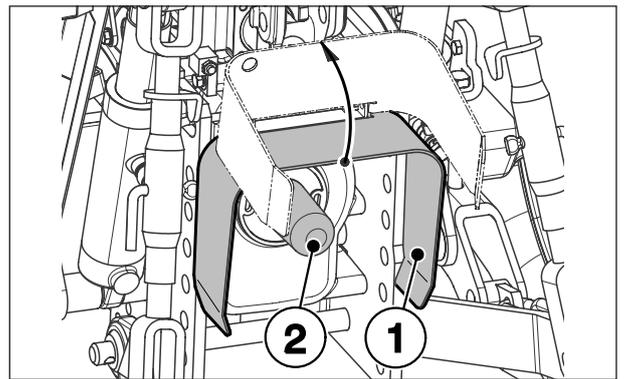

Fig. 56
ATENCIÓN: NUNCA quite la protección de la TdF (1) y cuando no la utilice, proteja siempre el eje con el respectivo capuchón (2). Dichas protecciones tutelan al personal del riesgo de lesiones, incluso graves, y los componentes de la TdF de eventuales daños (Fig. 56).
ATENCIÓN: Para evitar accidentes es necesario mantener todas las protecciones en su sede y mantenerse lejos de los ejes de transmisión cuando se utiliza la TdF (Fig. 56).